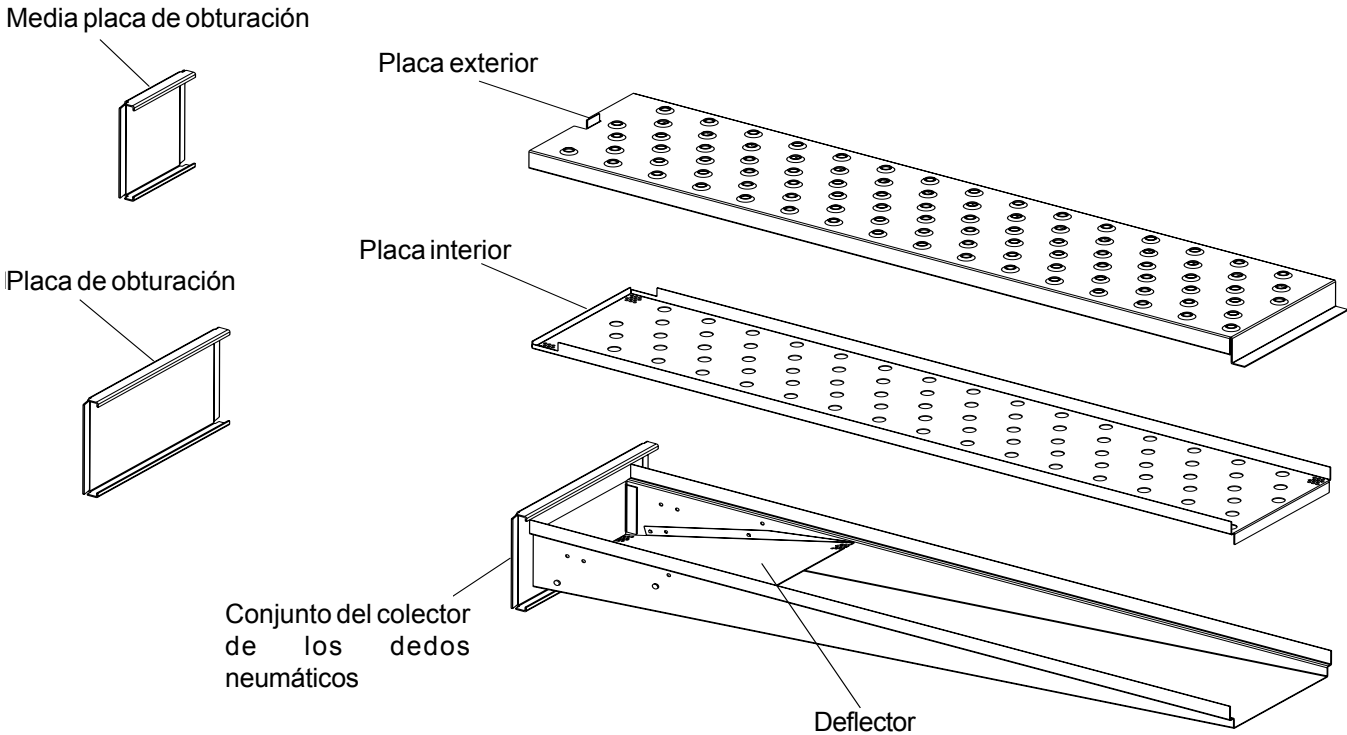

Figura 1-9. Placas de obturación (dos tamaños) y un dedo neumático.
F. Dedos neumáticos y placas de obturación - Véase la Figura 1-9